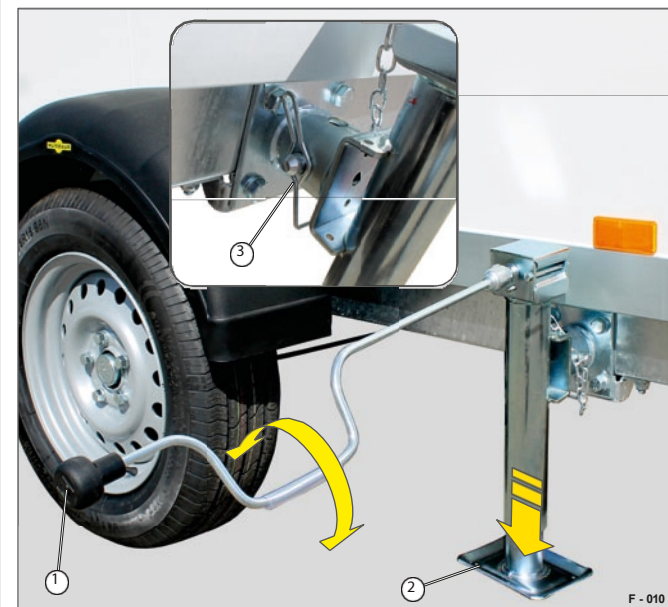

Fig. 9 Manuseamento do suporte telescópico da manivela
- Fixar a cavilha contra a queda com o suporte - rodar o suporte (Fig. 9/3) à volta.
- Retirar a manivela (Fig. 9/1) do suporte na porta interior do portal traseiro.
- Rodar a manivela para que o pé regulável (Fig. 9/2) se estenda.